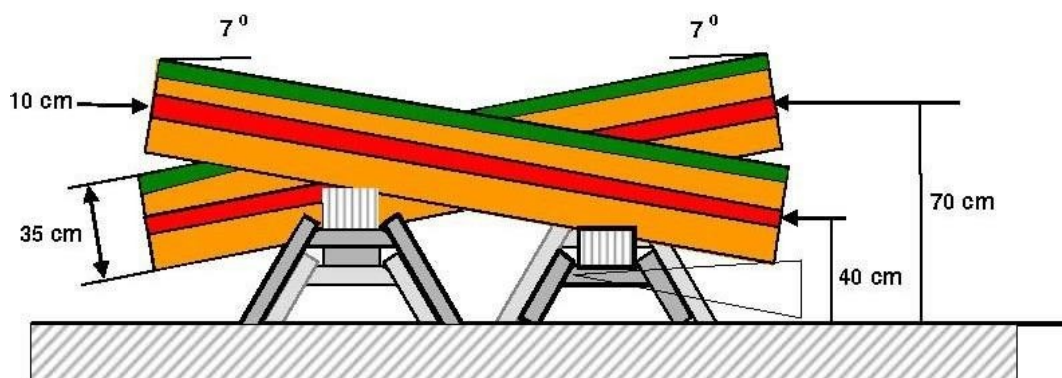

Рис. 21. Установка сортиментов: углы и диаметры
3.2. Подготовка площадки (рис. 21):